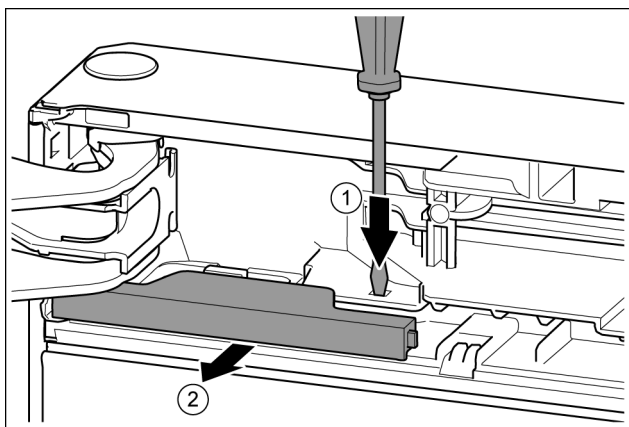

Fig. 14
- Lip met de sleufschroevendraaier indrukken. *Fig. 14 (1)*
- Afdekking uit de vergrendeling trekken. *Fig. 14 (2)*